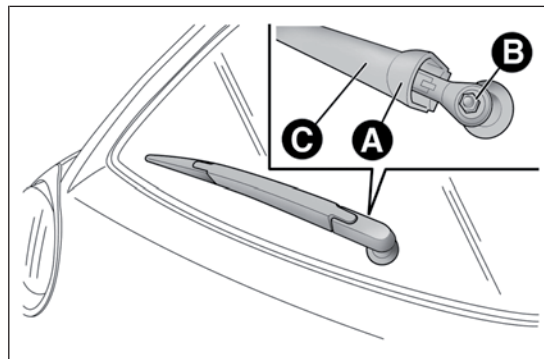

РИС. 169
- поднимите крышку А РИС. 169, отвинтите гайку В и снимите рычаг С;